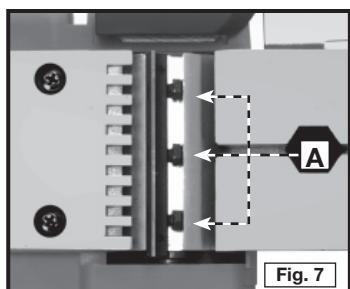

Fig. 7
Desserrez le bouton (A) Fig. 7 et ajustez la butée de profondeur de manière à ce que la distance depuis sa surface inférieure (B) Fig. 7 jusqu'au bas de la semelle arrière (C) Fig. 7 soit égale à la profondeur désirée de la feuillure finie (7/8 po au maximum). Ajustez le guide de manière à exposer une partie du couteau égale à la largeur de la feuillure désirée. Mettez le bouton de réglage de profondeur à la position correspondant à la profondeur de coupe désirée à chaque passe (1/8 po au maximum).